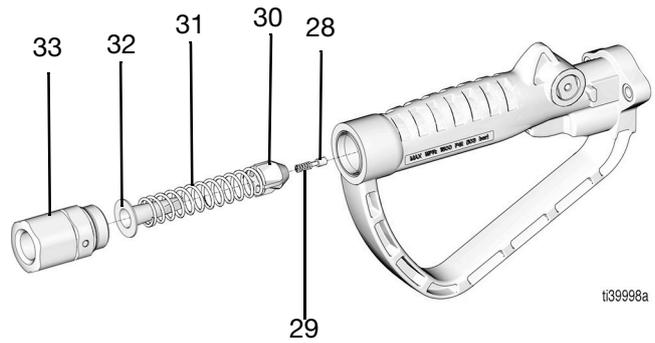

FIG. 45
11. Retire la pieza giratoria (33) y aparte para volver a montar (FIG. 45).
12. Retire y deseche el filtro (32) (FIG. 45).
13. Retire y deseche el muelle (31) (FIG. 45).
14. Retire y deseche el montaje del vástago de la válvula (28, 29 y 30) (FIG. 45).
7. Instale el nuevo montaje del vástago de la válvula (28,29 y 30), consulte la FIG. 45 en la página 20.
8. Instale el nuevo muelle (31), consulte la FIG. 45 en la página 20.
9. Instale el nuevo filtro (32), consulte la FIG. 45 en la página 20.
10. Lubrique la junta tórica en la pieza giratoria (33) con aceite y, a continuación, vuelva a colocarla en el alojamiento de la válvula (27) y apriete a un par entre 20,3 y 27,1 N•m (15 y 20 lb-pie), consulte la FIG. 45 en la página 20.